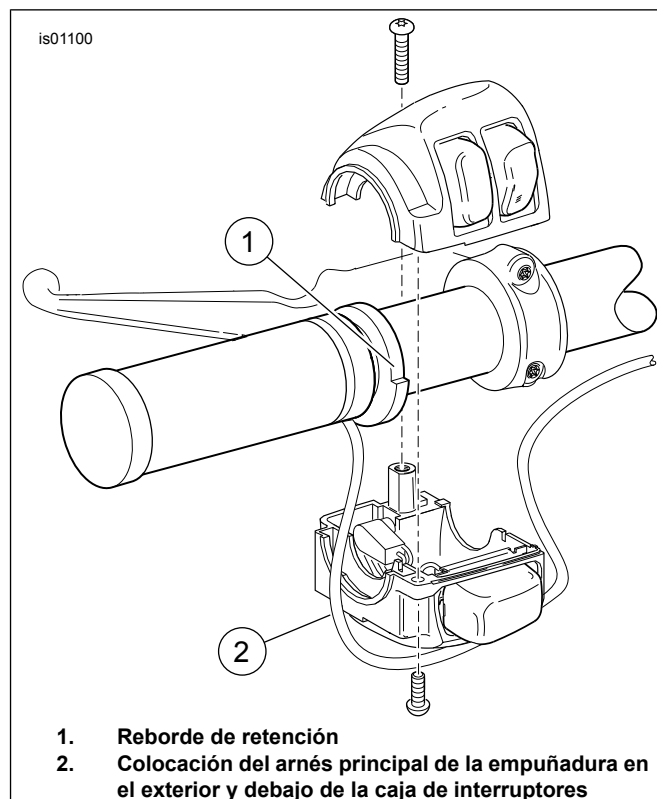

Figura 1. Empuñaduras con calefacción (lado izquierdo)
9. Ver Figura 1 . Coloque la empuñadura del lado izquierdo en el manillar, para que el reborde de retención (1) pueda instalarse en forma segura en la caja inferior de interruptores (2).